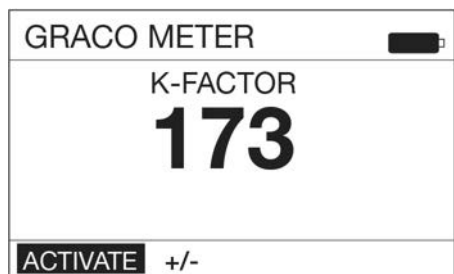

图 15
- 图 15 所示为校准 k 系数屏幕。
- 选择“激活”并按键盘中央的 ENTER 按钮以开始进行计量分配阀校准（图 15）。